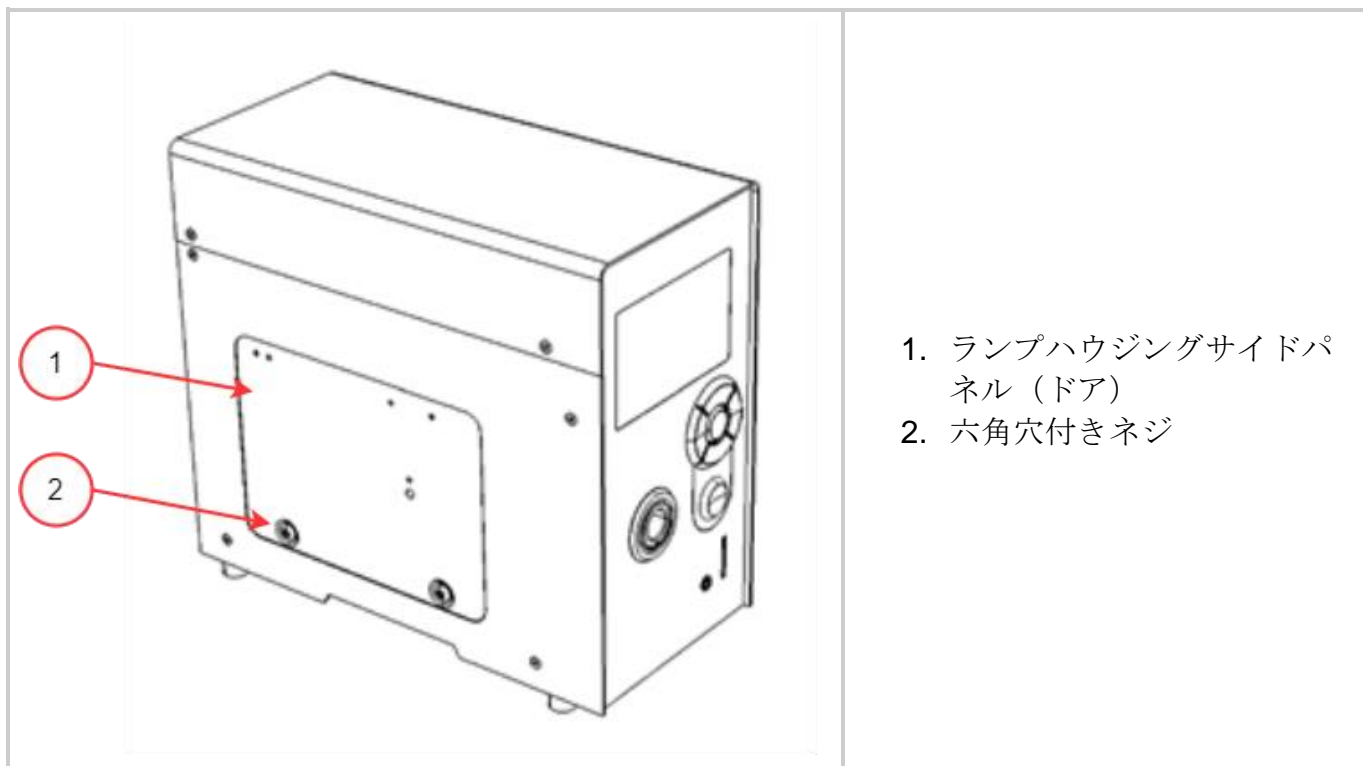

図 3-3 ランプハウジングパネル
2. ランプハウジングサイドパネル（ドア）を交換し、図 3-3 に示す固定用六角ネジを締めます。